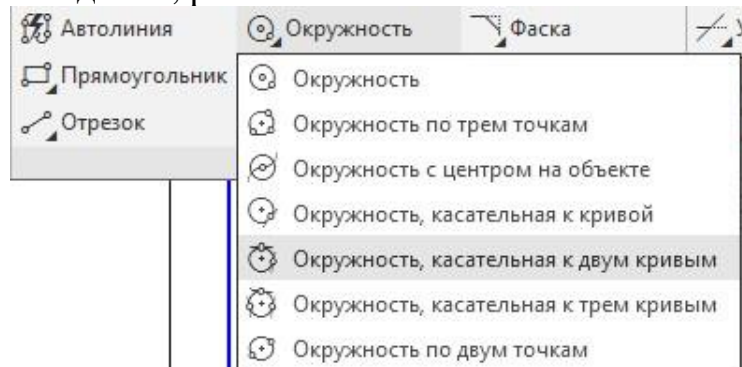
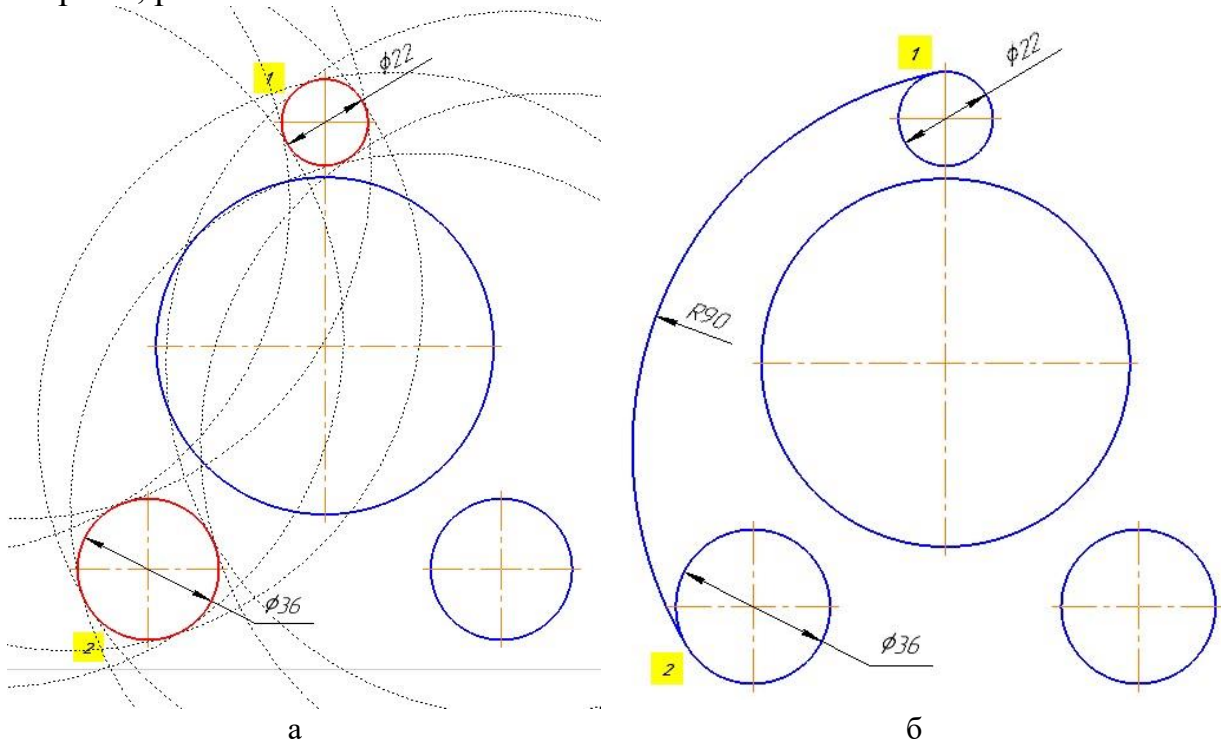

Рис. 2.3. Панель *Геометрия* з панеллю розширених команд кола
Рис. 2.4. Побудова внутрішнього спряження двох кіл
2.2.1.1. Натисніть кнопку *Окружность, касательная к двум кривым* на панелі розширених команд кола, рис. 2.3. На запит в області повідомлень *Укажите первую кривую для построения касательной* курсором вкажіть верхнє коло приблизно у точці дотику 1, рис. 2.4а. Щоб вказати другу криву для побудови кола, натисніть курсором приблизно в точці дотику 2 нижнього кола. Введіть радіус кола - значення 90. Кнопка *С осями* повинна бути вимкнена. З фантомів кіл, що з'явилися, виберіть потрібний варіант, рис. 2.4б. На кресленику буде побудовано коло, дотичне до двох заданих, рис. 2.4б.
2.2.1.2. Видалить зайві ділянки кола. Оберіть команду *Усечь кривую*  на панелі *Правка*. Вкажіть курсором зайву частину кола з правої сторони, рис. 2.4б.